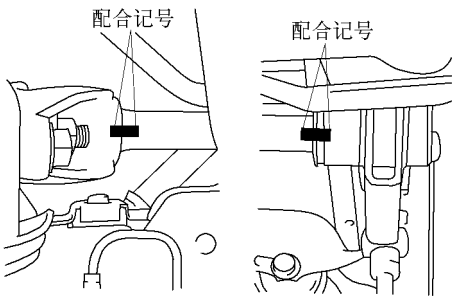

图 14-83 作上配合记号
(1) 拆下前轮。
(2) 作上配合记号。从固定臂拆下防尘罩，并在扭杆弹簧、扭力臂和固定臂上作上配合记号，如图 14-83 所示。